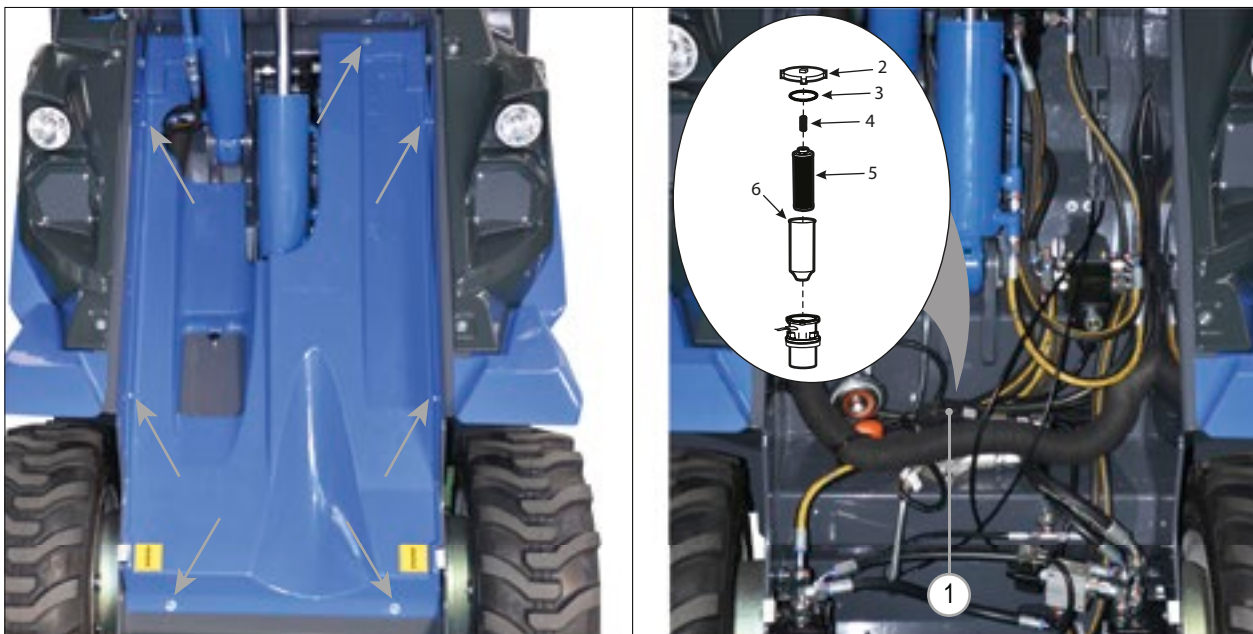

РИС. 47
- 3) Снимите переднюю панель, ослабив винты крепления к раме (см. РИС. 47).
- 4) Снимите крышку фильтра, повернув ее. Может потребоваться использовать гаечный ключ (РИС. 47 – Сс. 1).
- 5) Снимите пружину (РИС. 47 – Сс. 4) и фильтрующий элемент (РИС. 47 – Сс. 5) с пластиковой втулки (РИС. 47 – Сс. 6).
- 8) Установите на место крышку фильтра (РИС. 47 – Сс. 2) и закрепите ее.